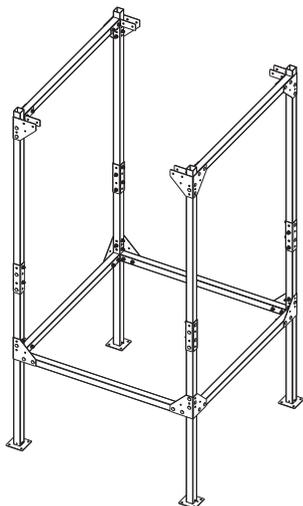
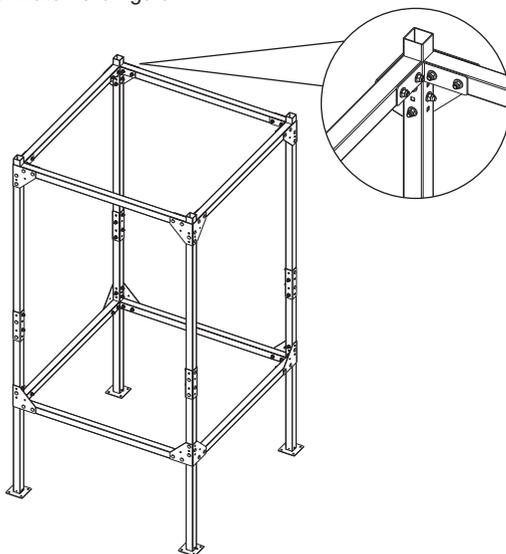

Figura 6
Figura 7
**6** - Unire tra loro le due metà del telaio già composte, utilizzando gli altri quattro traversi rimanenti. Le due metà vanno tenute in posizione verticale assemblando prima i due traversi inferiori come evidenziato nella figura 6 e successivamente i due traversi superiori rimanenti il tutto usufruendo delle viti TTQ M 8. Per quest'ultima operazione si consiglia di utilizzare una scala per arrivare ad un'altezza adeguata. I traversi superiori vanno fissati interponendoli tra le piastre di rinforzo e le spalle come evidenziato nella figura 7